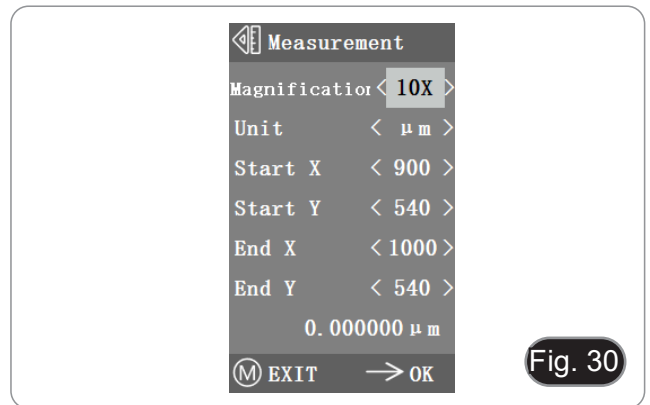

Fig. 30
- Déplacez le point de départ et d'arrivée de la position X et Y en appuyant sur ← et →: la longueur de la mesure s'affiche en temps réel. (Fig. 30)